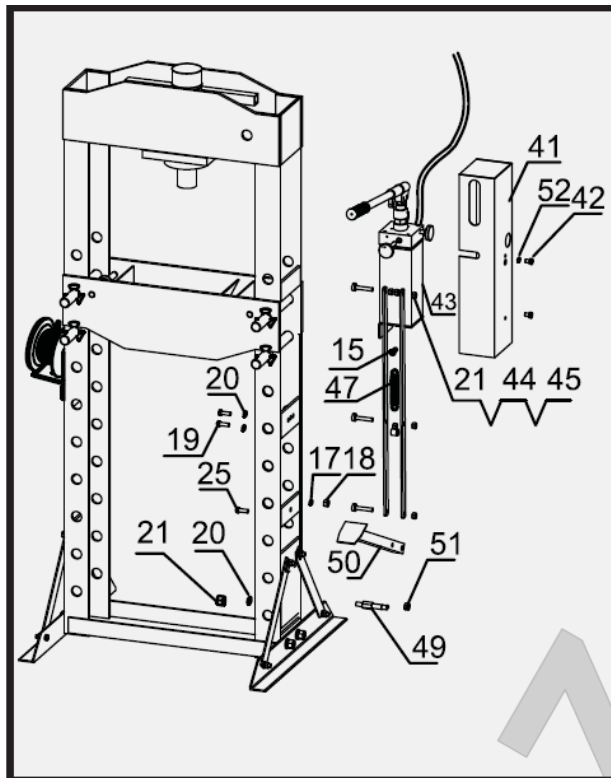

Рис. 4
5. Закрепите насос (43) на стойке рамы болтами (19) (25), с шайбами (20) (17) и гайками (18). Закрепите пружину (47) педального узла с использованием болта (15). Закрепите педаль с использованием соединительного болта (49), гайки (21), шайбы (20) и гайки (51). Закрепите педальный узел с рукояткой с использованием болта (21), гаек (44) и гайки (45). Закрепите крышку насоса (41) на насосе с помощью болтов (42) и шайб (53). См. рис. 4.